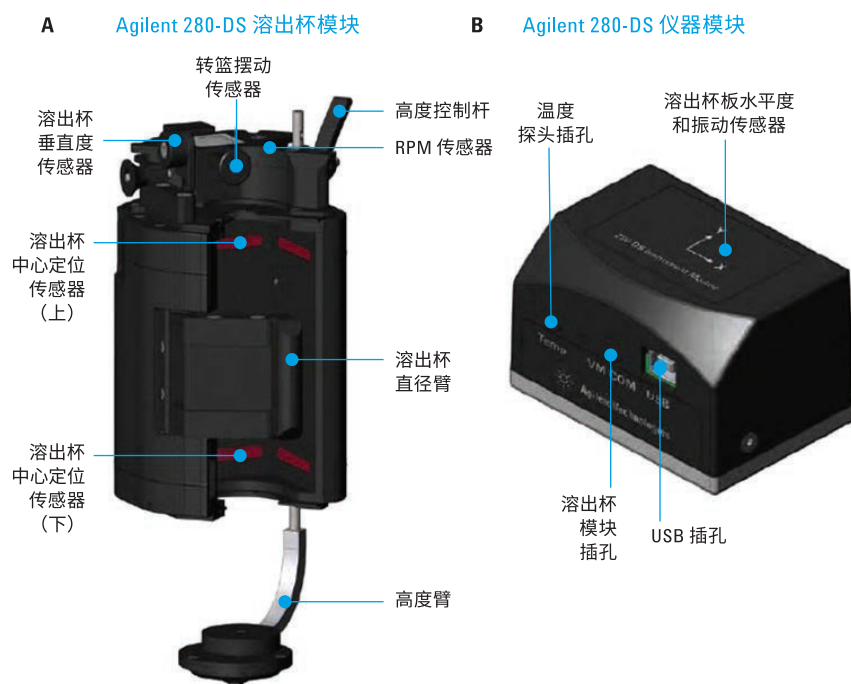

图 1. Agilent 280-DS MQS 的两个主要模块：溶出杯模块 (A) 和仪器模块 (B)，图中显示了部件、连接接头及与其相关联的传感器
280-DS MQS 包括两个主要模块，溶出杯模块 (VM) 和仪器模块 (IM) (图 1)。VM 测量转速、转篮和轴摆动、溶出杯/轴同心度、轴垂直度、溶出杯垂直度和转篮/桨高度。IM 用于测量溶出杯放置面板的水平度和振动，还可用作温度探头、VM 以及 PC 连接的中枢。每个物理参数的测量是基于统一药典 (USP、EP、JP) 以及 FDA/ASTM 增强型机械验证流程 (MQ) 需要而设计。